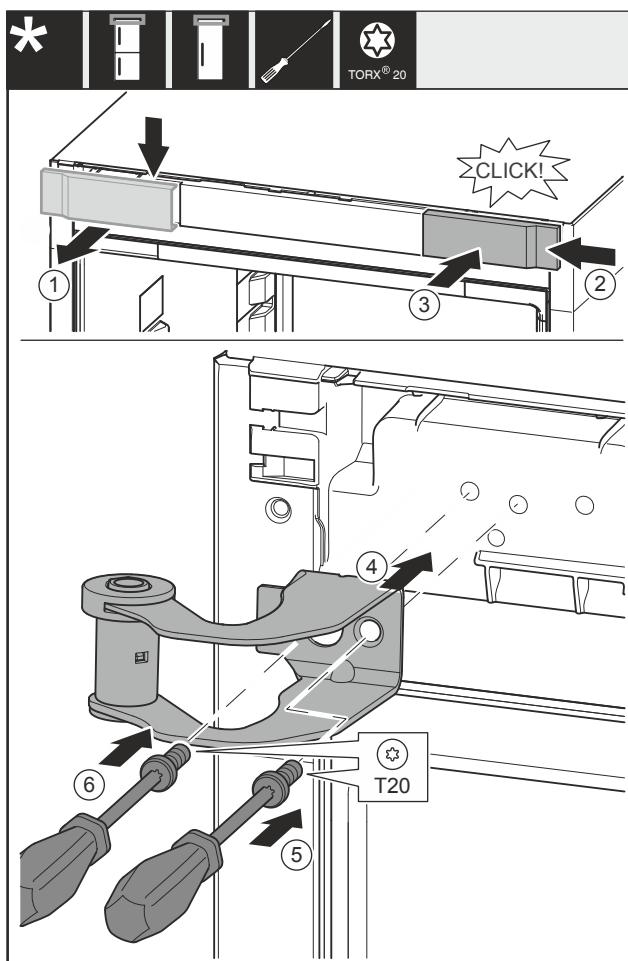

Fig. 13
- Abdeckung Fig. 13 (1) von oben nach vorne abnehmen.
- Abdeckung Fig. 13 (2) um 180° gedreht auf der anderen Seite von rechts einhängen.
- Abdeckung Fig. 13 (3) einrasten.
- Oberen Lagerbock Fig. 13 (4) ansetzen.
- Schraube Fig. 13 (5) festdrehen.
- Schraube Fig. 13 (6) festdrehen.